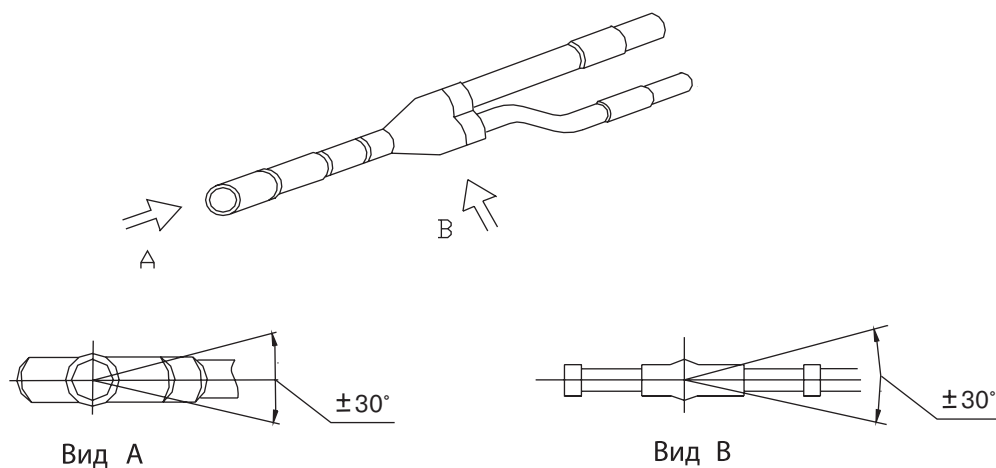

Рис. 11.6 — Расположение разветвителя при подключении
11.4.5 **Внимание!** Разветвитель должен устанавливаться таким образом, чтобы отводы к внутренним блокам находились в горизонтальной плоскости с отклонением не более  $30^\circ$  (см. рис. 11.6).